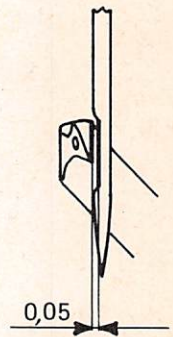
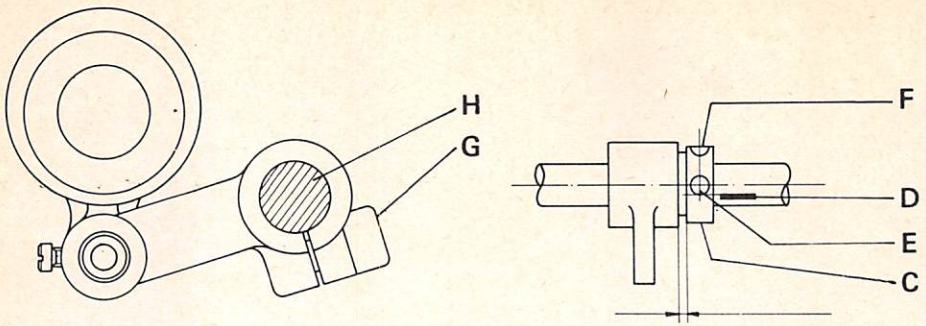

Fig. 17
Fig. 18
2. Per ottenere la quota 0,05 (fig. 17) che rappresenta la distanza fra la punta del crochet e l'incavo dell'ago durante la sua corsa da destra a sinistra allentare la vite G (fig. 18) e registrare facendo ruotare l'albero H.
2. To obtain distance 0.05 mm. (fig. 17) which represents the distance between the point of the looper and the needle notch during its stroke from right to left, slacken screw G (fig. 18) and adjust by turning shaft H.
5. Gli aghi nella loro discesa devono entrare in contatto con il dorso della lama del crochet flettendo. Per ottenere questa condizione è necessario che il prolungamento ideale della tacca di riferimento D (fig. 18), incisa sull'albero principale, risulti tangente al diametro esterno della vite E.
Attenzione - in caso di sbloccaggio delle viti E ed F (fig. 18), per ottenere le condizioni di cui sopra, la faccia esterna dell'eccentrico C deve sfiorare l'estremità della tacca di riferimento D.
5. In their downward stroke the needles must come into contact with the back of the looper blade, bending slightly. To obtain this condition an imaginary line extending from reference notch D (fig. 18) on main shaft would have to be at a tangent to the external diameter of screw E.
Attention: If screws E and F (fig. 18) are undone, in order to obtain the above conditions the external plane of eccentric C must just graze the extremity of reference notch D.